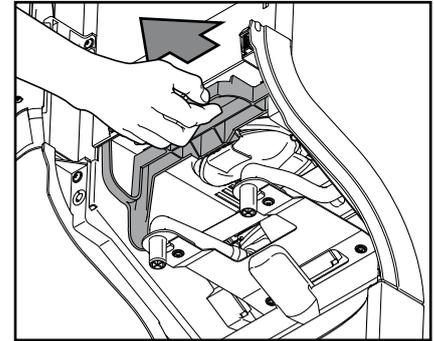

Fig. 44
- d. Puxe o bloqueio para soltar o console inteiro do agitador. (Fig. 44)